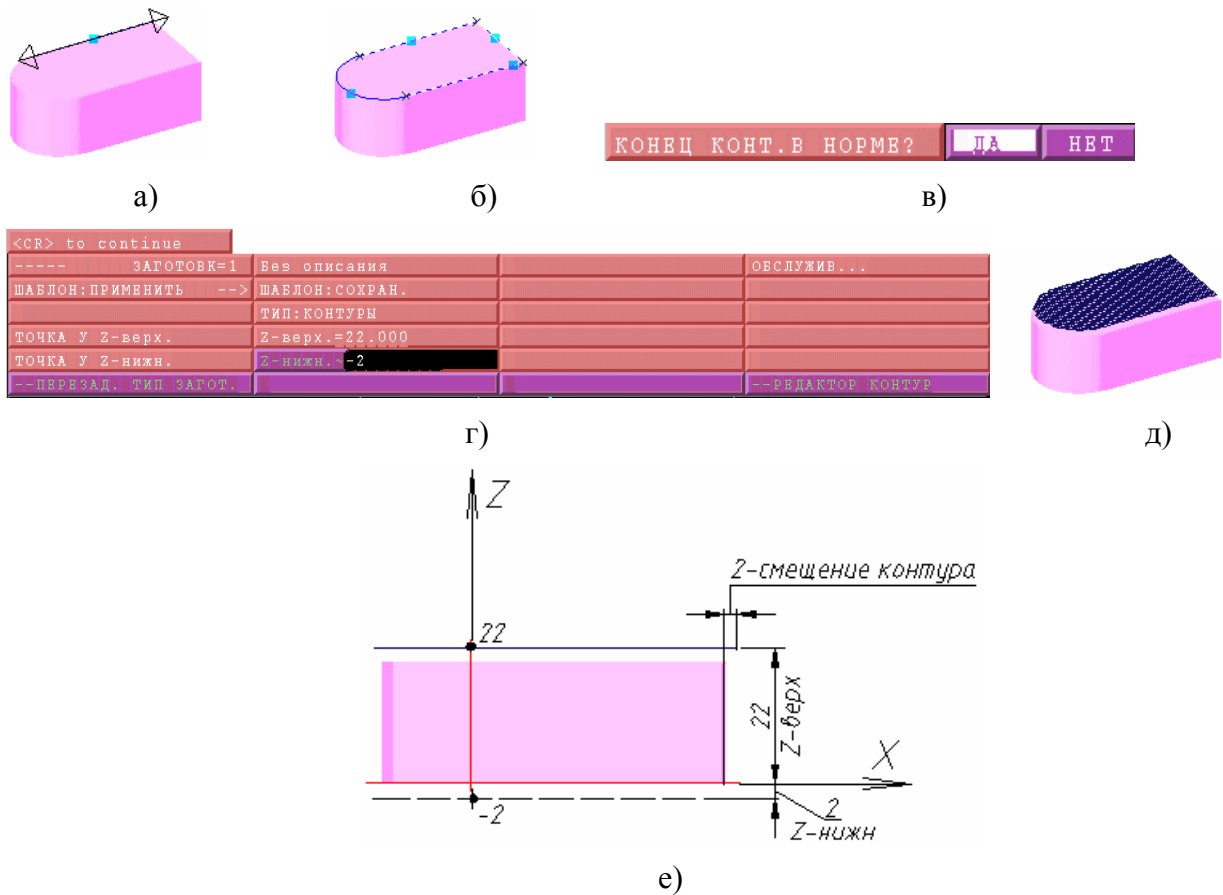

Рисунок 28 – Создание размеров заготовки
2.3.7. Наводим курсор на кривую, которую хотим указать, и нажимаем кнопку **<PICK>**. Появляется двухсторонняя стрелочка (рисунок 28а) для того, чтобы указать направление обхода контура. Щелкаем кнопкой **<PICK>** на то или иное направление и продолжаем отмечать кривые последовательно в этом направлении до тех пор, пока контур не станет замкнутым (рисунок 28б).
2.3.8. Система спрашивает: «Конец контура в норме?», отвечаем **ДА** (рисунок 28в).
2.3.9. После этого мы попадаем в меню заготовки, где можем задать **Z – верхн.** и **Z – нижн.** (рисунок 28г). Чтобы продолжить нажимаем пункт меню **<CR> to continue** (рисунок 28г).